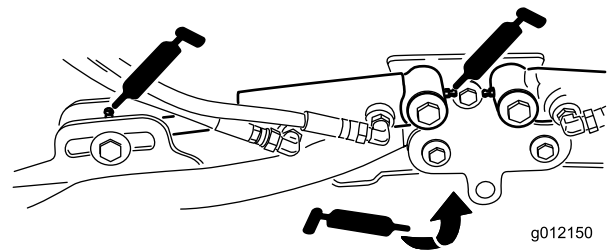

Bild 47
- Hubarmzylinder der Schneideinheit (2) (Bild 47)
- Hubarmgelenke (1) (Bild 47)